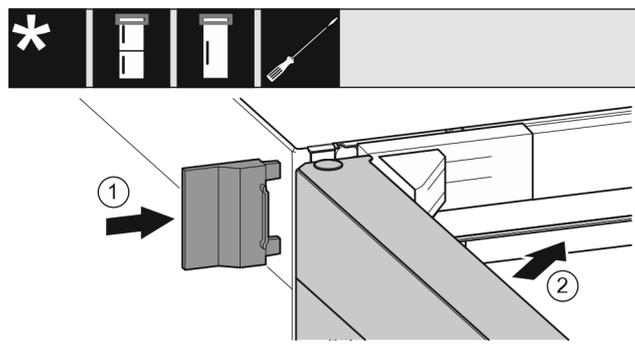

Fig. 28
- ▶ Applicare la copertura esterna Fig. 28 (1).
- ▶ Chiudere la porta superiore Fig. 28 (2).